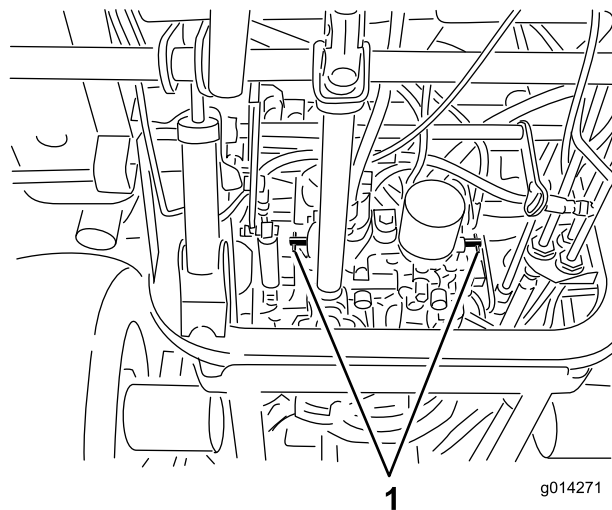

Рисунок 25
4. Поверните каждый перепускной клапан на 1 оборот против часовой стрелки (Рисунок 25).
Поверните каждый перепускной клапан на 1 оборот по часовой стрелке и затяните клапаны от руки (момент затяжки примерно 8 Н-м) (Рисунок 25).